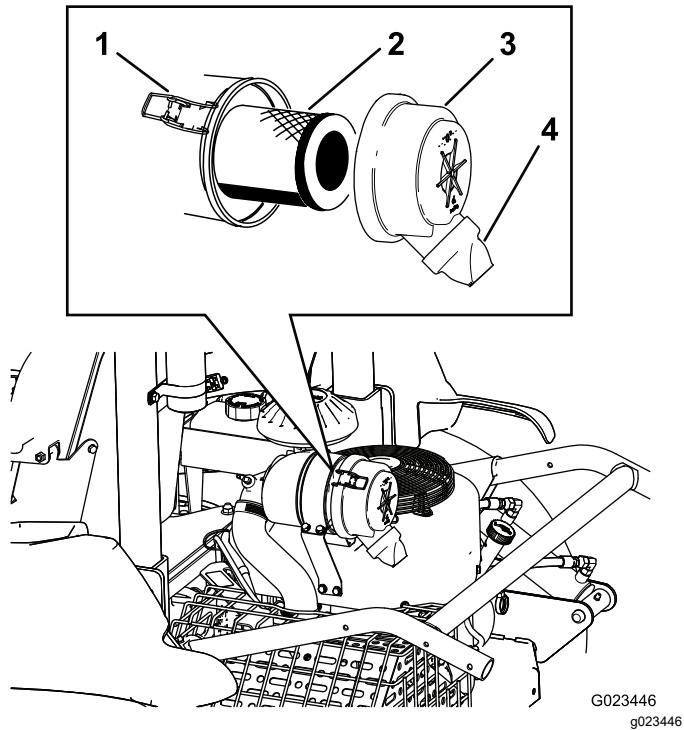

Figura 40
2. Abra los enganches que sujetan la tapa del limpiador de aire a la carcasa del limpiador de aire (Figura 40).